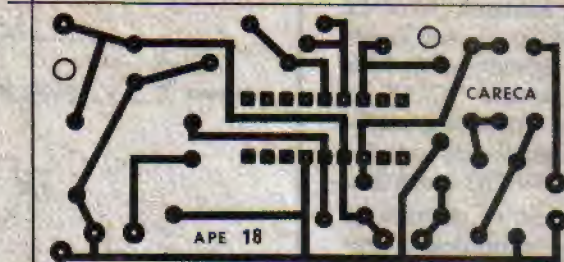

Fig. 3
- **FIG. 3 - A PLACA** - O pequeno tamanho, bem como a simplicidade do lay out permitirão mesmo ao hobbysta iniciante confeccionar sua própria placa, sem problemas... Entretanto, os que ainda não "confiam muito no próprio taco", ou mesmo os mais "preguiçosos" da turma, poderão optar pela prática aquisição em KIT, que vem acompanhado de plaquinha pronta. Em qualquer caso, uma leitura das INSTRUÇÕES GERAIS PARA AS MONTAGENS será sempre importante, para resolver dúvidas e acolher conselhos valiosos... Além das INSTRUÇÕES, também o "TABELÃO" (uma cópia deste acompanha os KITS da EMARK ELETRÔNICA, impressa na própria embalagem do produto...) deve ser consultado "sem vergonha", se surgirem dúvidas sobre a leitura de valores, pinagens, polaridades, etc., dos componentes...